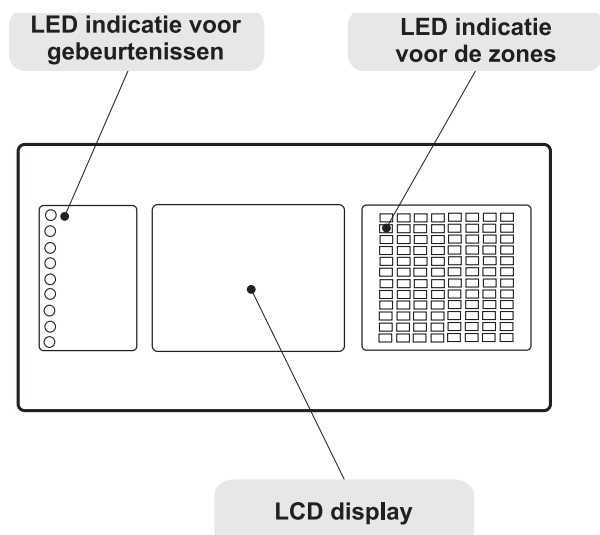

Figuur 8. Elementen van de behuizing 41CPE024NL:
- Kies de gepaste opening om de hoofdvoedingskabel, lus kabels, signaalgeverkabels, kabels voor de besturingseenheden in te voeren enz. De metalen protectors verwijderen voor de kabel-invoer die noodzakelijk zijn (figuur 8).